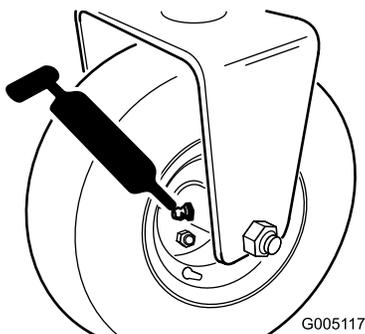

Рисунок 27
- Ступица заднего ролика или, если машина оборудована комплектом 3-колесного привода, сцепления ролика заднего колеса и наружный шарикоподшипник (1 шт.) (Рисунок 27).